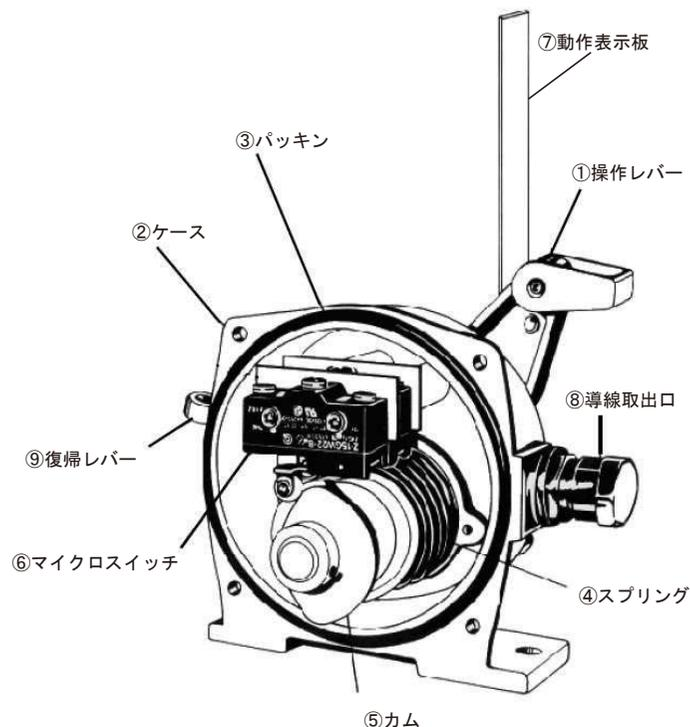

図1：構造
非常引綱スイッチは図1に示すように構成されています。付属品には、追加の動作表示板(赤)⑦がありません。